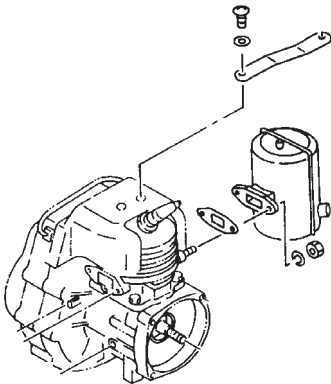

Fig. 25
- Remove the muffler and clean out any excess carbon from the exhaust port or muffler inlet every 100 hours of operation. (Fig. 25, 26)
- c. Den Schalldämpfer alle 100 Betriebsstunden abnehmen und Rußablagerungen im Auslaß stutzen oder Schalldämpferinlaß entfernen. (Abbildung 25, 26)